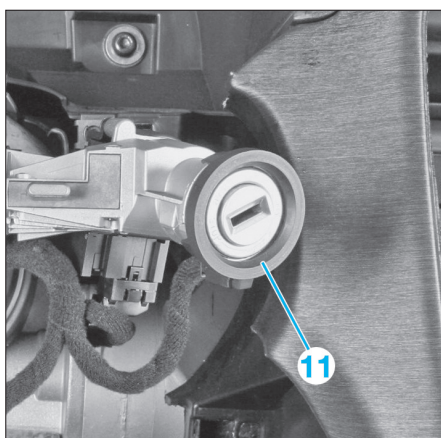

FIG. 10
- Déclipser l'antenne de transpondeur (11) du contacteur de démarrage (Fig.10).